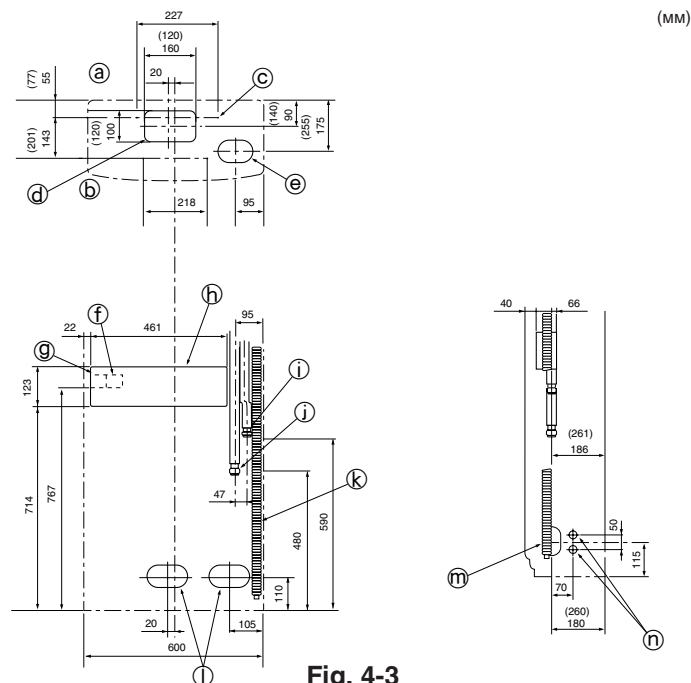

Fig. 4-3
4.3. Расположение труб хладагента и дренажных труб (Fig. 4-3)